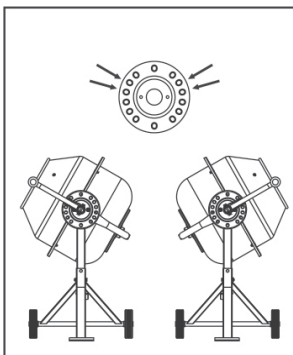

Fig.14
- Positionera trummans axel FÖR för påfyllning av betong enligt Fig. 14.